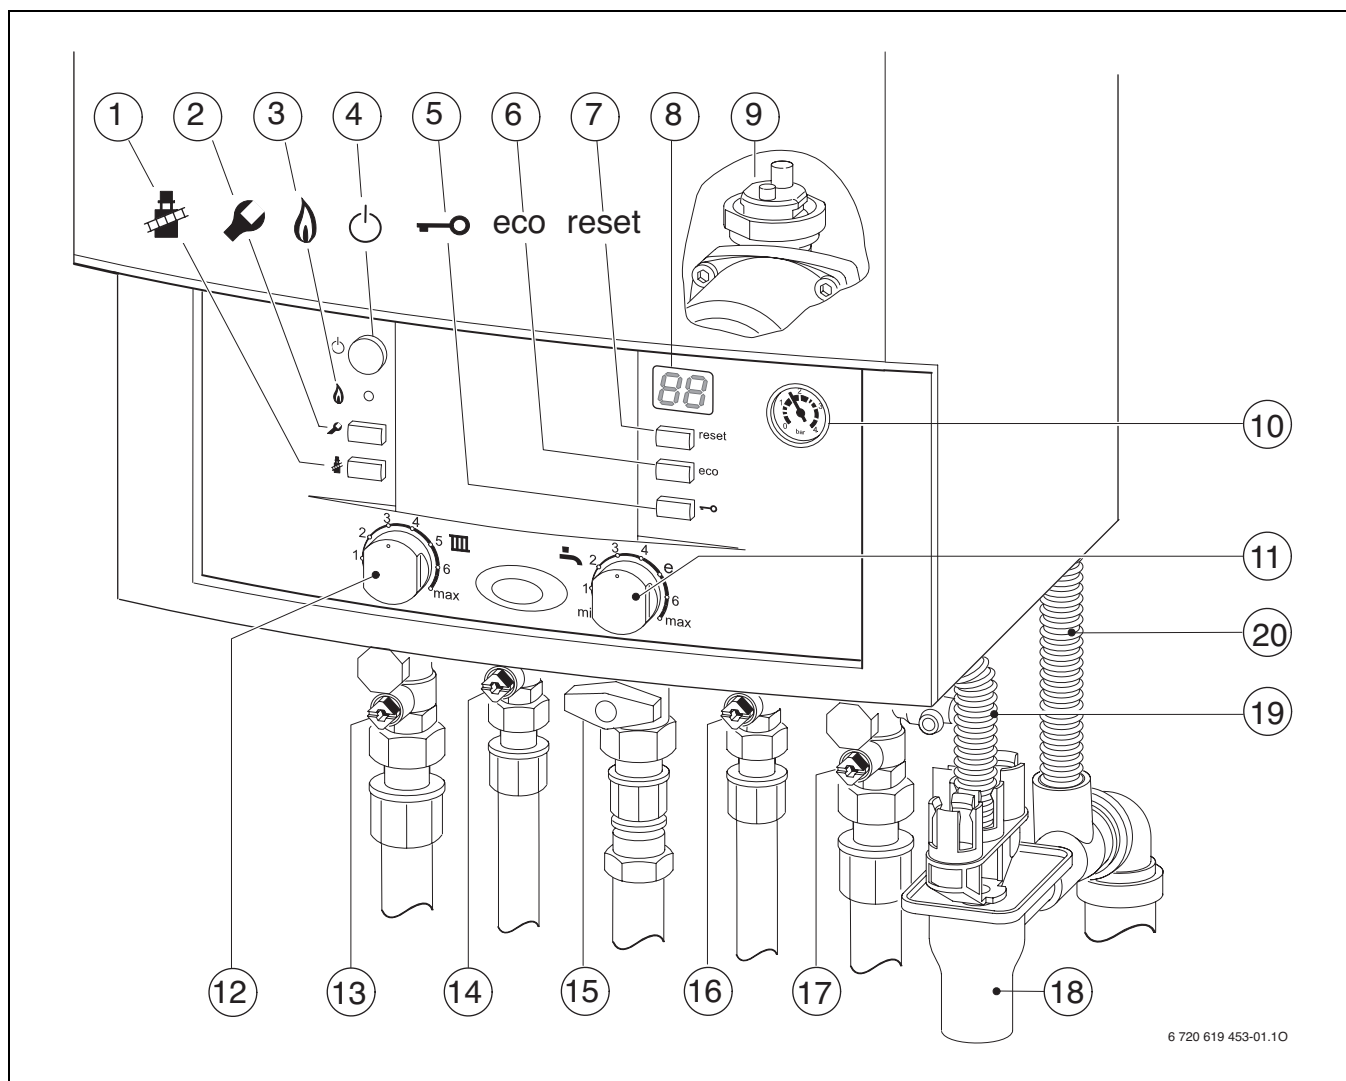

Fig. 42 ZWBR...
- ▶ Deschideți robinetul de încălzire pe tur și pe retur (13 și 17, Fig. 42) și umpleți instalația de încălzire la 1 - 2 bari și închideți robinetul de umplere.
- ▶ Deschideți robinetul de gaz (15).